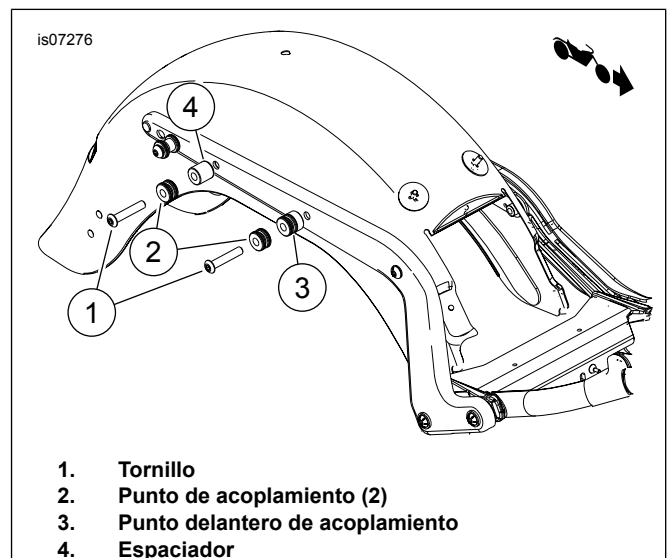

Figura 4. Instalación del punto de acoplamiento (con otros accesorios desmontables)
Con otros accesorios desmontables: Vea Figura 4. Inserte los tornillos (1) a través de los puntos de acoplamiento mini (2), el punto delantero de acoplamiento (3) y el espaciador trasero (4). Instale los tornillos en la pieza de soporte de montaje del soporte del guardabarros (parte interior del guardabarros). Apriete los tornillos a 28–36 N·m (21–27 ft-lbs).